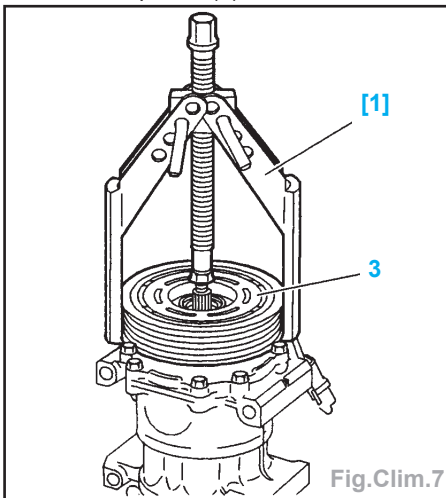

Fig.Clim.7
- Mettre en place l'outil [1] (extracteur réf. 6339T) (Fig.Clim.7).
- Extraire la poulie (3).